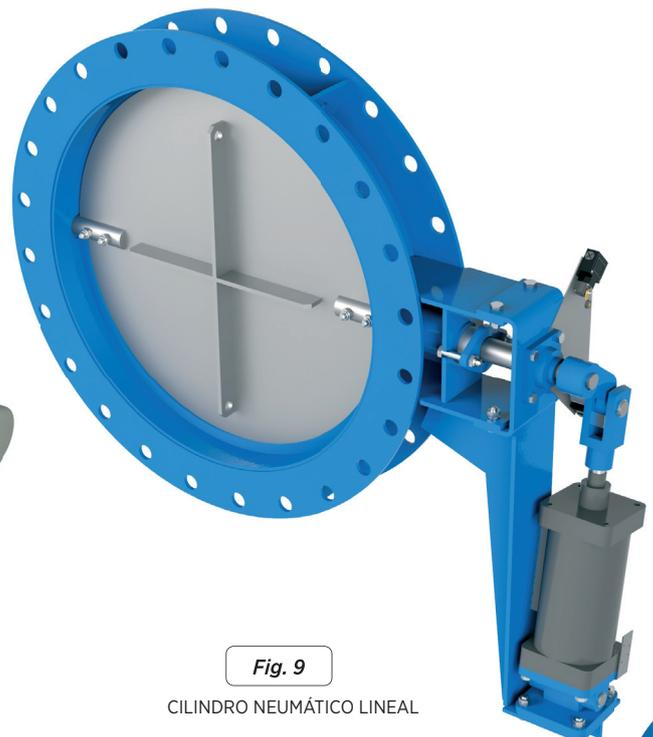

Fig. 9
- Cilindros neum ticos lineales (fig. 9). En este tipo de accionamientos se monta una biela sobre el eje de accionamiento con el objetivo de poder convertir el movimiento lineal que genera el cilindro en un movimiento rotatorio, y as  poder accionar la clapeta.